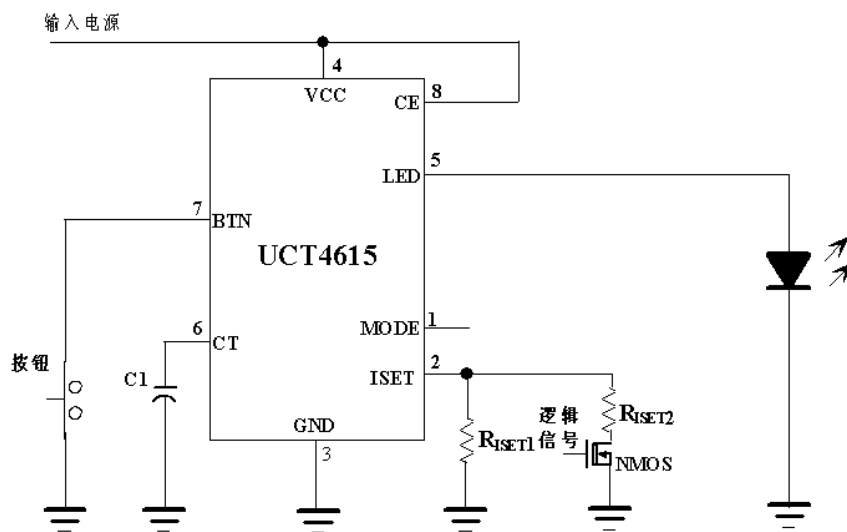

图6 用逻辑信号调整亮度
2. 用逻辑信号调整发光二极管的亮度,如图6所示
如果只需要分几档来调整发光二极管的电流,可以用逻辑信号来实现,图6示出了分两个档次来调整发光二极管的电流的电路。 R_{ISET1} 设置了流经LED管脚的最小电流,当N沟道场效应晶体管导通时,即逻辑信号为高电平时, R_{ISET2} 同 R_{ISET1} 并联,LED电流增大。